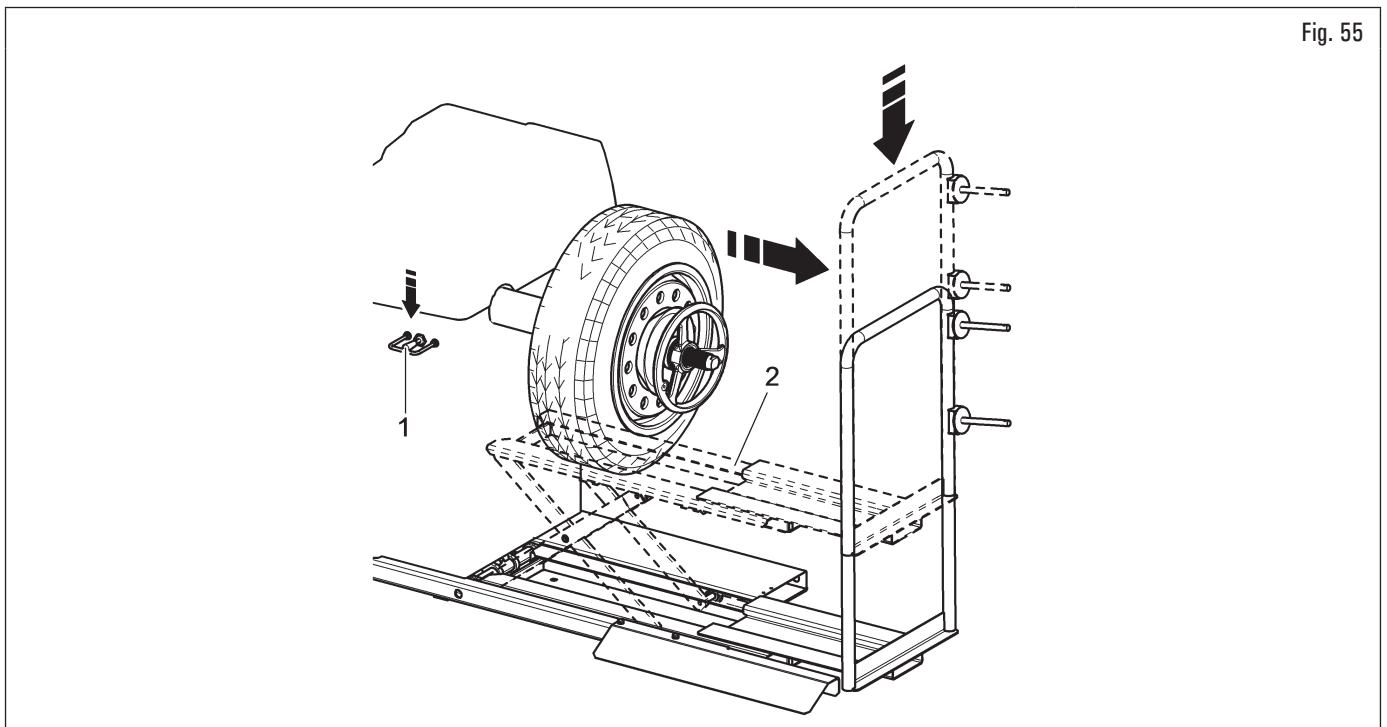

Fig. 55
6. abbassare il comando del sollevatore (Fig. 55 rif. 1) e far scendere la pedana (Fig. 55 rif. 2).